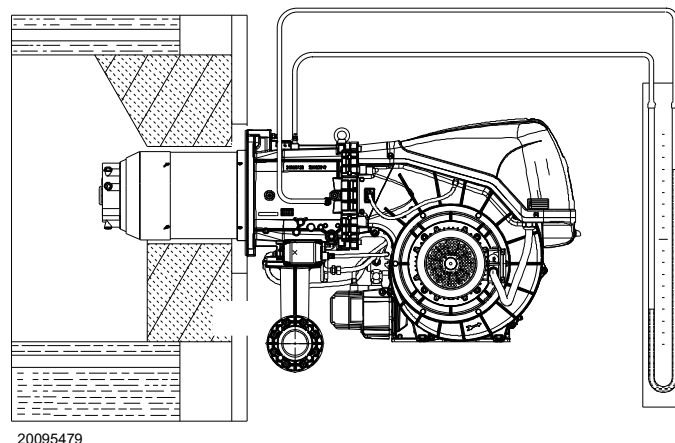

Рис. 30
- Соедините U-образный манометр или дифференциальный манометр (Рис. 30) со штуцером (+) замера давления газа на муфте, а (-) с камерой сгорания. Служит для получения приблизительной МАКС. мощности горелки через Табл. О на стр. 31.
Поступление газа на муфту определяется по U-образному манометру (Рис. 30).